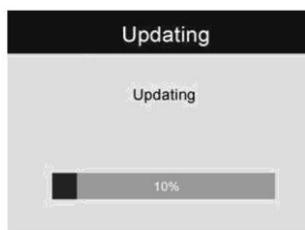

Рисунок 28
- 4) Нажмите кнопку **электропитания**, чтобы включить видеоскоп, а затем нажмите кнопку **со стрелкой вверх**, после чего появится окно, содержащее запрос на подтверждение начала обновления. Выберите **Yes [Да]**, чтобы выполнить обновление программного обеспечения видеоскопа (см. рисунок 28).